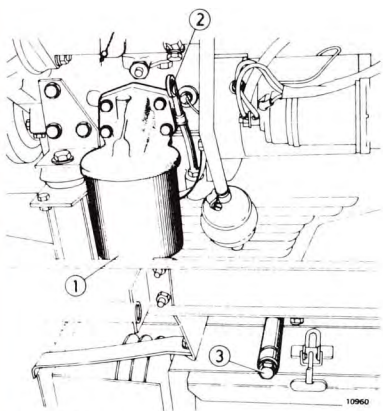

Bild 61.
- 27.2. Tag bort filterbehållaren genom att skruva bort skruven i filterhusets botten. Bild 61.